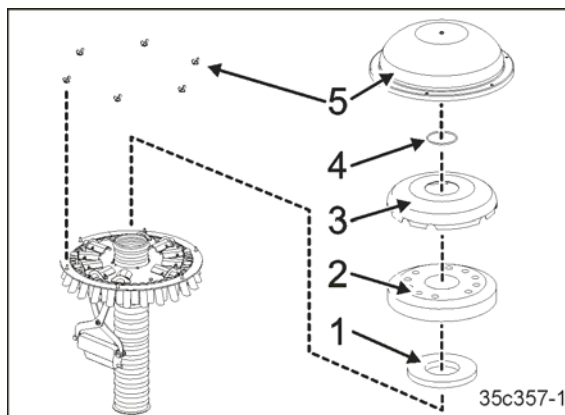

Bild 213
15. Montera plastinsatsen (Bild 213/1) och tätningsringen (Bild 213/2).
16. Montera fördelarens inre kåpa (Bild 213/3).
17. Montera ringen (Bild 213/4).
18. Montera fördelarens yttre kåpa (Bild 213/5).